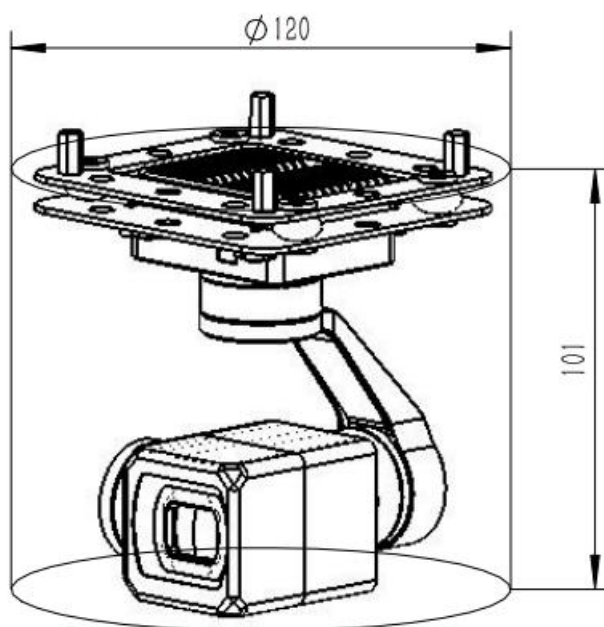

图 1-1-1 单光一体云台结构
DHU05S35 是一款集成 45 倍混合变焦^①相机高精度专业三轴增稳吊舱的变焦单光一体系统，采用网络 IP、HDMI 双输出，云台采用高精度编码器 FOC 控制方案，具有稳定性高、体积小、重量轻、功耗低的特点；可见光相机采用有效像素 400 万的 SENSOR。串口^②、S.BUS 与网络均可对相机及云台进行控制，支持本地 TF 双路录像拍照。云台结构如图 1-1-1 所示：